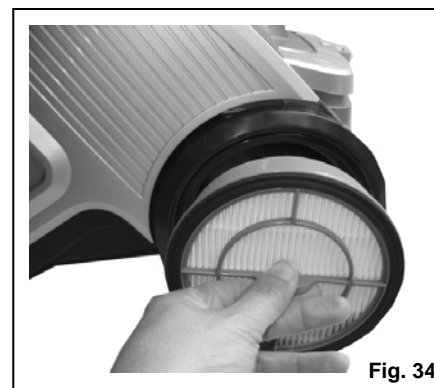

Fig. 34
4. Tenez le filtre HEPA par le centre du cadre et soulevez-le. (Fig. 34)